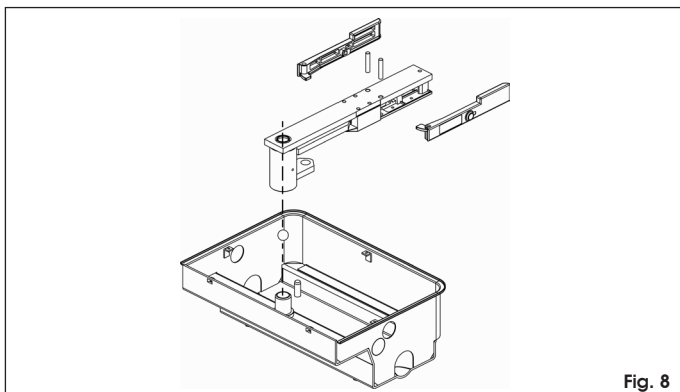

Fig. 8
1. Assemblare le leve di sblocco sulla staffa di sostegno e introdurre la stessa sul perno della cassetta portante, inserendo anche la sfera in dotazione (Fig. 8).